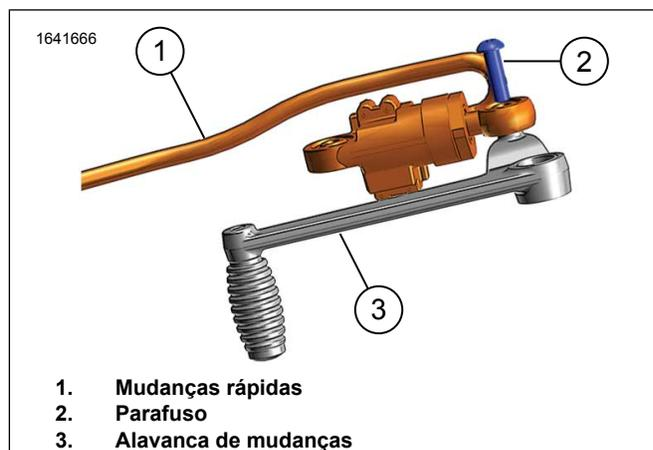

Figura 3. Instale as Mudanças Rápidas na alavanca do pártim das mudanças
1. Ver a Figura 3. Monte o sensor das mudanças rápidas (1) na alavanca das mudanças (3) com o parafuso (2). Aperte.